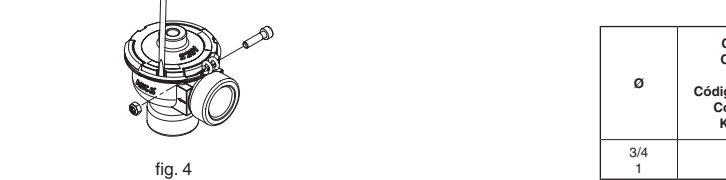

fig. 4
1. Ôter la bague de fixation du corps pour ôter le couvercle. Utiliser un tournevis sur 3 endroits du couvercle, commencer à ôter la bague de fixation sur le côté de l'orifice d'entrée (voir figure 4).